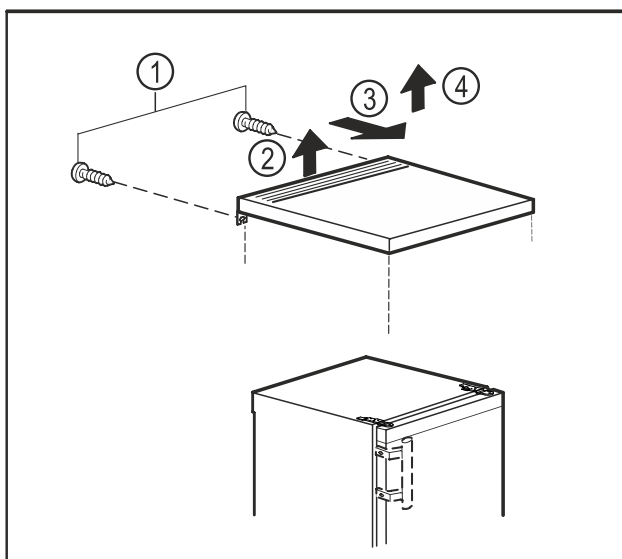

Fig. 6
- Fjern skruerne på bagsiden. Fig. 6 (1)
- Løft bordpladen bagtil. Fig. 6 (2)
- Skub bordpladen fremad. Fig. 6 (3)
- Løft bordpladen op og væk. Fig. 6 (4)